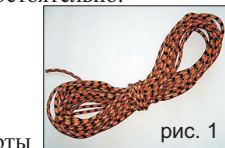

рис. 1
1. Веревка страховочно-спасательная (рис.1)